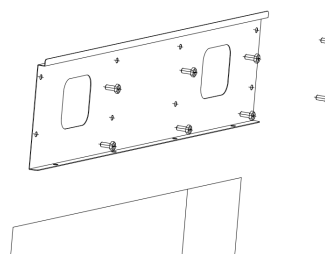

Imagen 2: fijar la placa de montaje
2. Utilice tornillos y tuercas M8 para fijar el soporte del chasis en la pared de instalación seleccionada (si está instalado en una pared de madera, puede utilizar tornillos para madera para fijarlo) (imagen 2)